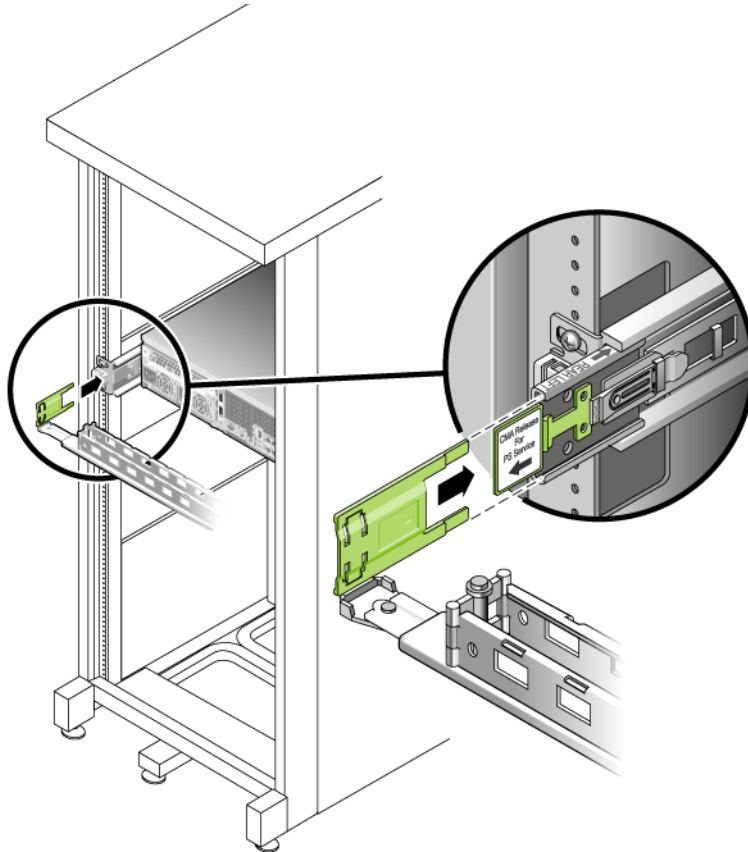

FIGURA 2-22 Montaje del lado izquierdo de la guía deslizante
4. Inserte el conector abisagrado de plástico en el lado izquierdo del CMA hasta el fondo de la extensión de la guía CMA (FIGURA 2-22).